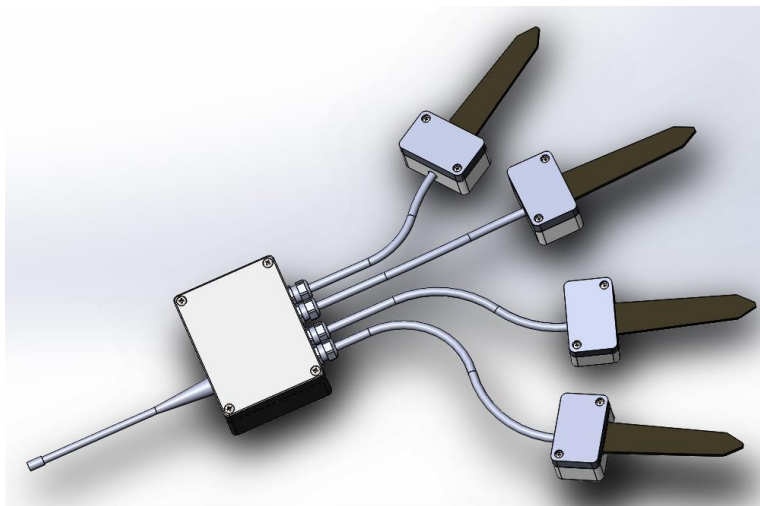
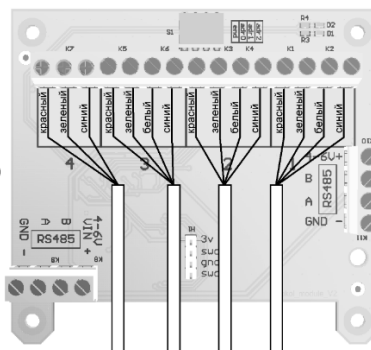

Рисунок 2. Пример подключения выносного датчика влажности и температуры почвы «СОКОЛ-ДВП» к изделию «СОКОЛ-БМВД».
Рисунок 3. Схема подключения проводов выносных датчиков к колодкам питания БМВД.
2.3. Кабель ДВП заводится внутрь корпуса Беспроводного модуля выносных датчиков «СОКОЛ-БМВД» через гермовводы на входы №1÷4 (рис.2).
2.4. Внутри корпуса «СОКОЛ-БМВД» провода зажимаются в соответствующие колодки согласно маркировке (рис.3).
2.6. Принцип измерения – частотный для измерения влажности почвы и аналоговый (резистивный) для измерения температуры почвы. Схема подключения выносных датчиков к «СОКОЛ-БМВД» приведена в на рис.2 и рис.3 настоящего паспорта.
- подключить датчик «СОКОЛ-ДВП» через гермовводы к колодкам согласно маркировке (рис.2 и рис.3);